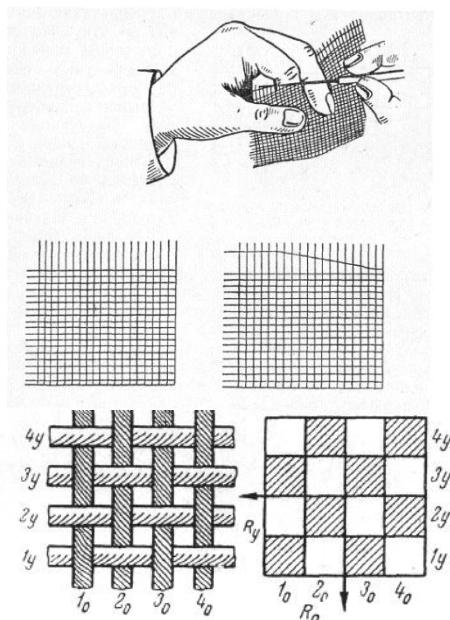

Рис.18.Анализ ткацкого переплетения
Зарисовку продолжают до тех пор, пока рисунок полностью не повторится, т.е. не будет зарисовано 2 раппорта. Если рисунок переплетения в обоих раппортах одинаков, можно считать, что зарисовка произведена правильно. Тогда первую уточную нить сбрасывают, сдвигают вторую и в том же порядке зарисовывают ее переплетение. Так продолжают до тех пор, пока полностью не зарисуют переплетение двух раппортов по утку (рис.18.)
- простые (гладкие или главные) (рис. 18 – 23):